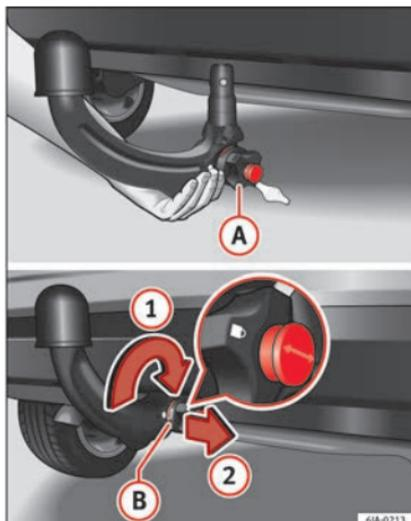

Fig. 198 Mise en place de la barre à boule d'attelage/fermeture de la serrure et retrait de la clé.
- Saisissez la barre à boule d'attelage par en dessous » fig. 198 et introduisez-la dans la frette de serrage jusqu'à la butée et l'enclenchement audible » Δ.